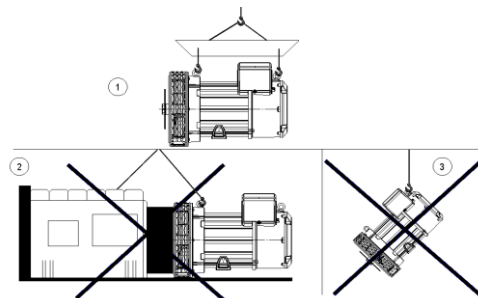

Figura 3.1: Movimentazione dell'alternatore
- La posizione 1 della Figura 3.1 rappresenta il metodo corretto per movimentare gli alternatori, mentre le posizioni 2 e 3 rappresentano i metodi scorretti.